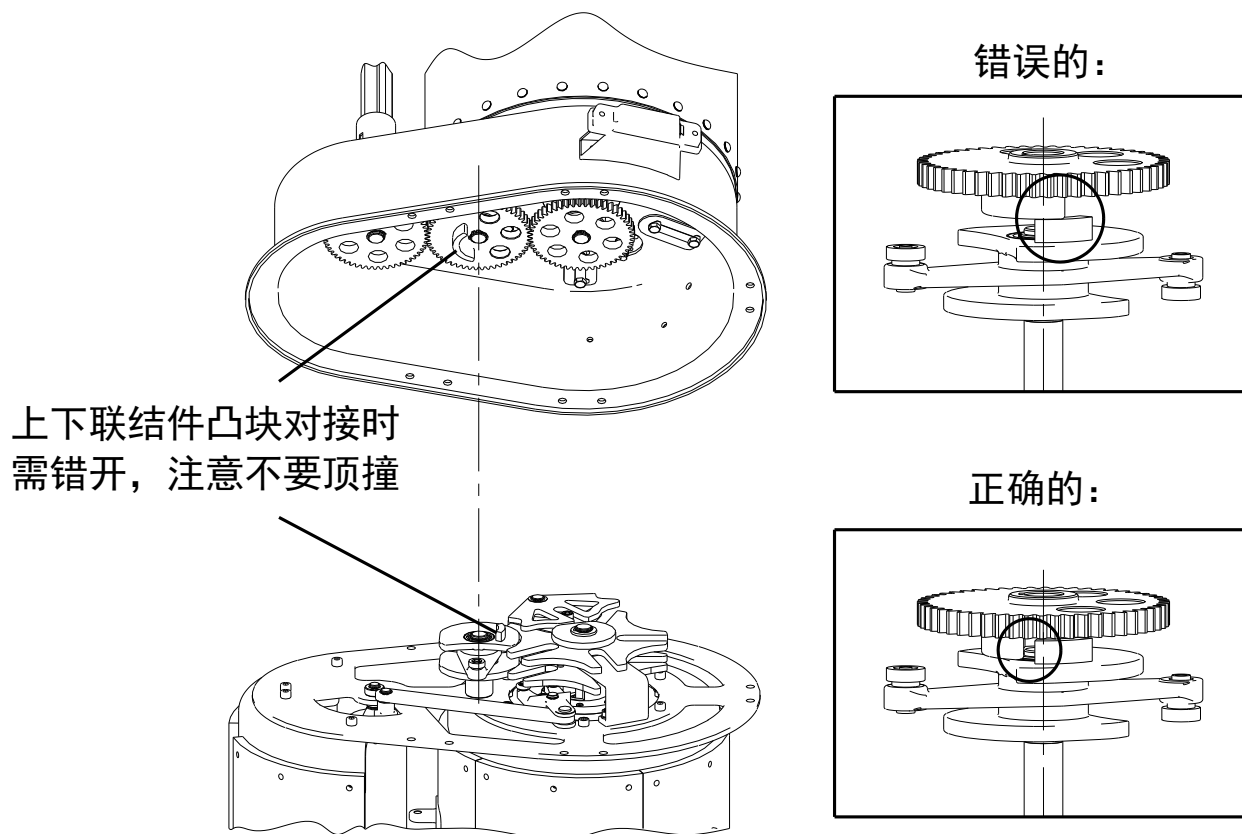

图 5-9 分接选择器和切换开关油室单双数导线连接
6. 将油室和选择器安装孔对准，取出选择器包装箱附件箱内的安装连接件，进行连接（见图 5-9）。